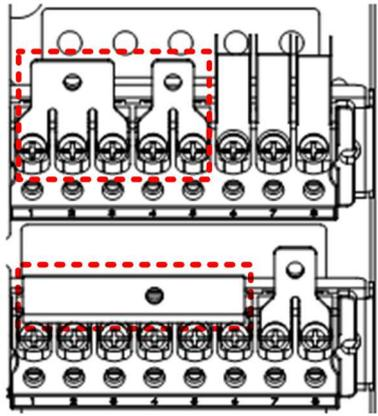

Figura 8-17 Entrada trifásica y salida monofásica, configuración de entrada común (2)
b) Instale las barras de cobre de cortocircuito en los terminales de entrada (mA, BA, BB, BC) y utilice las barras de cobre de cortocircuito de salida para conectar juntos los terminales de salida (oA, oB, oC). Véase la Figura 8-17.